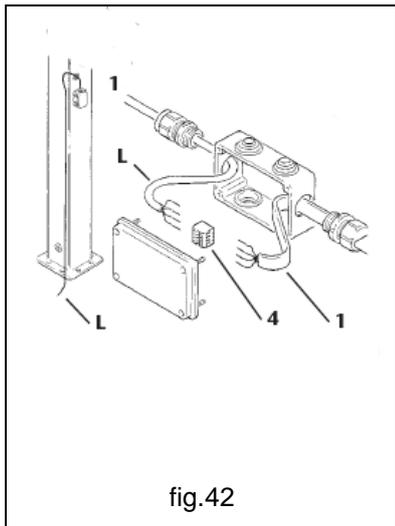

fig.42
4. Raccorder aux bornes 4 contenues dans le boîtier de dérivation le câble d'alimentation 1 et le câble de ligne L (introduit auparavant dans la colonne – Voir 4.3.3 – Montage colonne) - (fig.42).